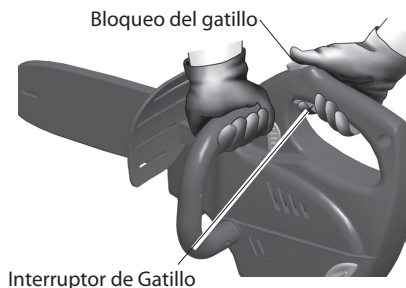

Figura 13 - Bloqueo del gatillo y ubicación del gatillo
3. Utilice ambas manos para sujetar la sierra. Utilice siempre la mano izquierda para asir el mango anterior y la derecha para tomar la posterior. Sujétela con firmeza: los mangos de la sierra deben quedar bien tomados por sus dedos (vea la figura 13).
5. Cuando esté listo para hacer un corte, presione el bloqueo del gatillo con el pulgar derecho y accione el gatillo (vea la figura 13). Esto enciende la sierra. Al soltar el gatillo la sierra se apaga. Encienda siempre la sierra antes que entre en contacto con el madero.